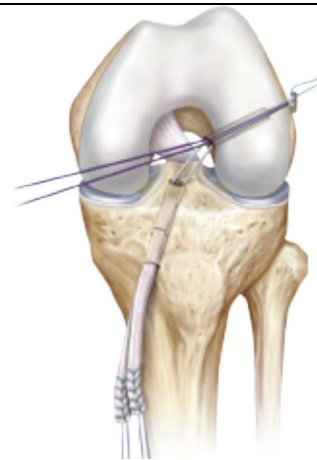

figura 1
1. Realize as perfurações do túnel da tibia e do côndilo femoral de acordo com o ligamento cruzado a ser reconstruído (**figura 1**).
2. Introduza o button previamente amarrado ao tendão (não objeto desse registro) (**figura 1**).